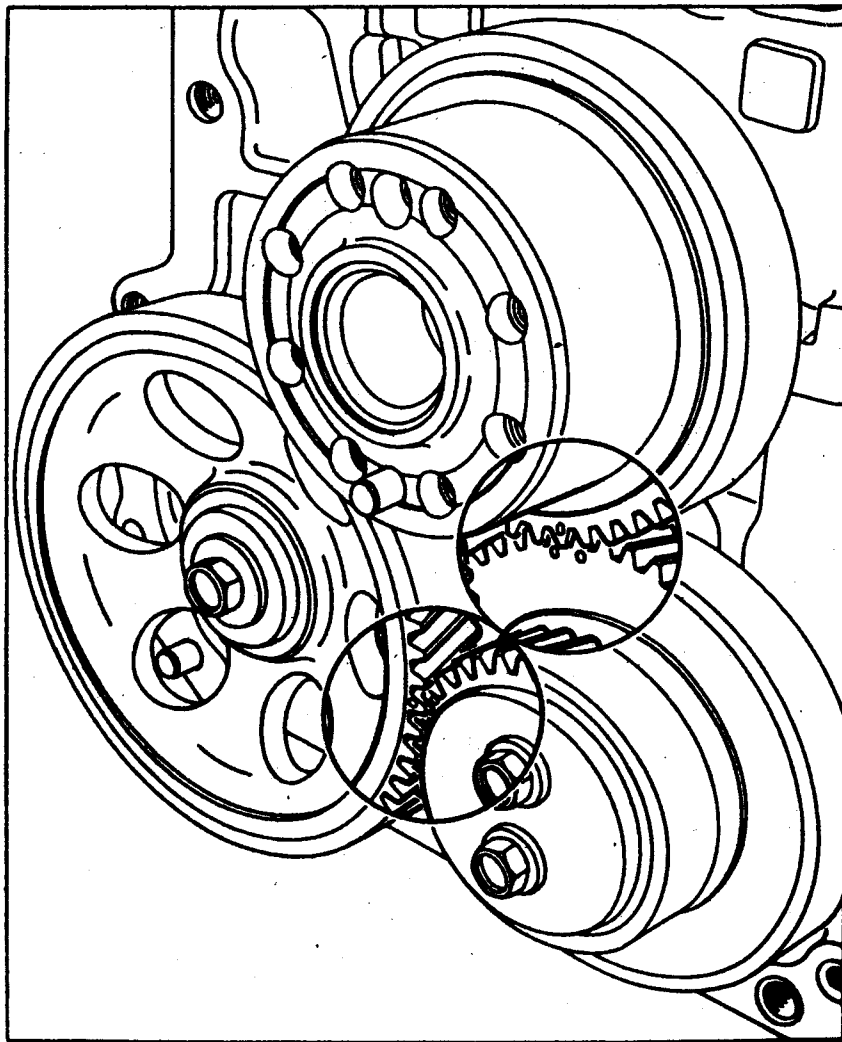

Рис. 23. Установка шестерен привода распределительного вала
5. Смазать моторным маслом опорные шейки и кулачки распределительного вала, установить распределительный вал в картер двигателя, совместив метки на шестерне распределительного вала и блока шестерен (рис. 23). Затянуть два болта крепления распределительного вала крутящим моментом 1,6-1,8 даН·м (1,6-1,8 кгс·м).
8. Установить коленчатый вал в картер двигателя, совместив метки на шестерне коленчатого вала и на блоке шестерен (рис. 23).